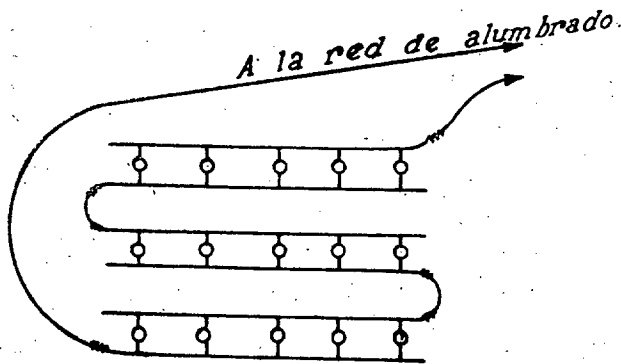

Fig. 4
b) **Paralelo en serie** (fig. 4). — Tiene las características de la conexión en serie.